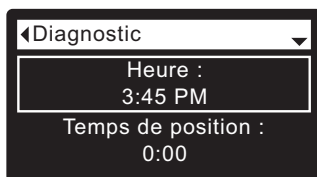

FIG. 90
8. Appuyez sur le sélecteur (O) pour ouvrir l'écran de diagnostic (cf. Figure 90).